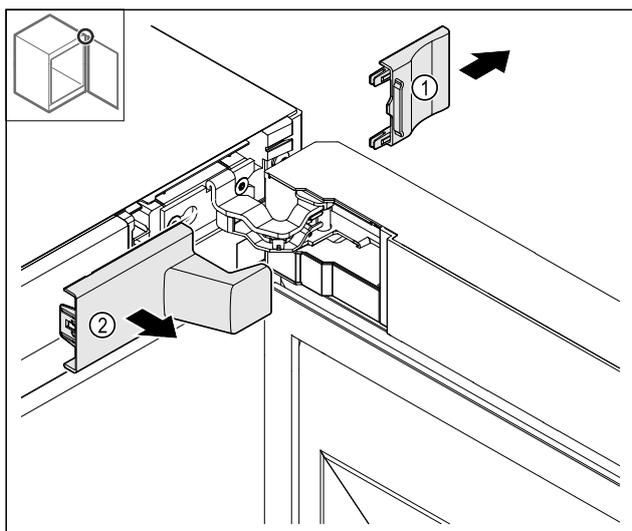

Fig. 13
- Fjern dekselet Fig. 13 (1) og deretter Fig. 13 (2).